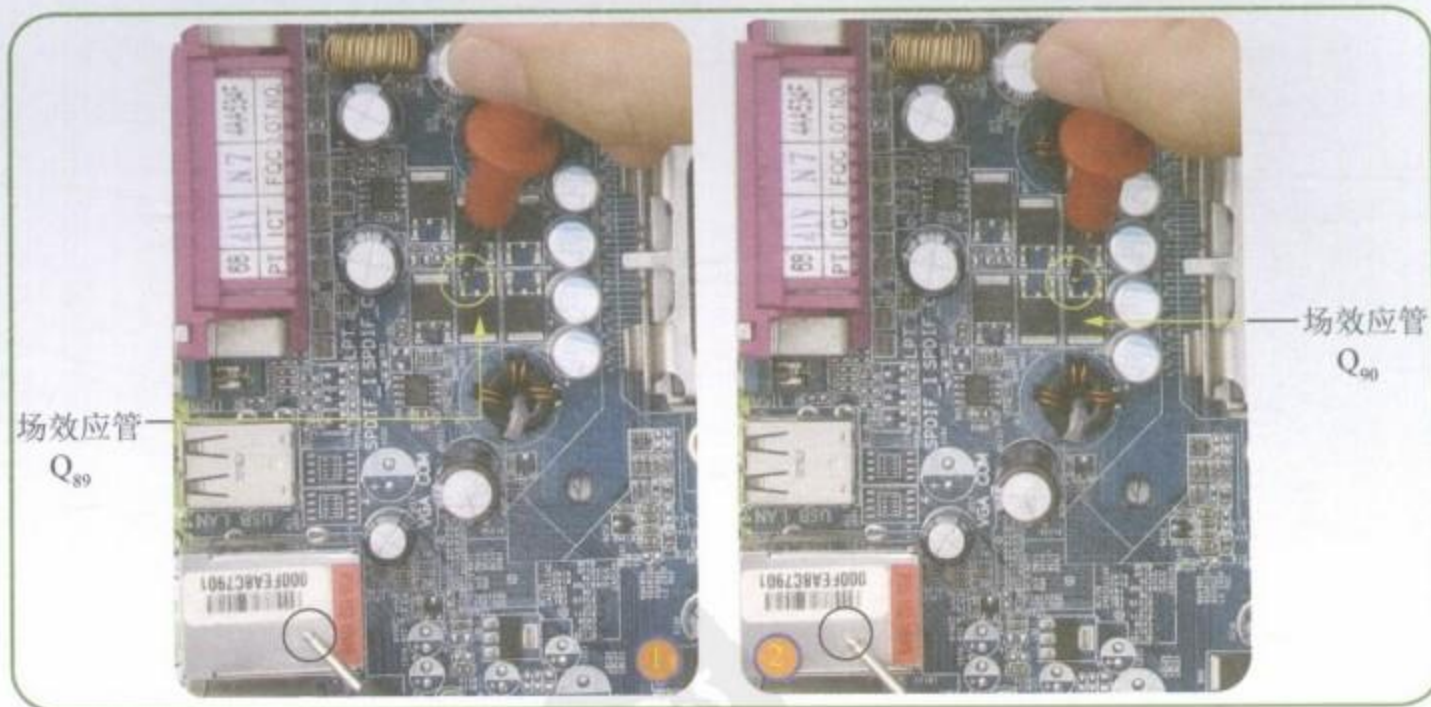

图8-54 测量低端门场效应管接地的线路
Step 02 测量低端门场效应管 Q_{89} 和 Q_{90} 的S极接地的线路, 如图8-54所示。